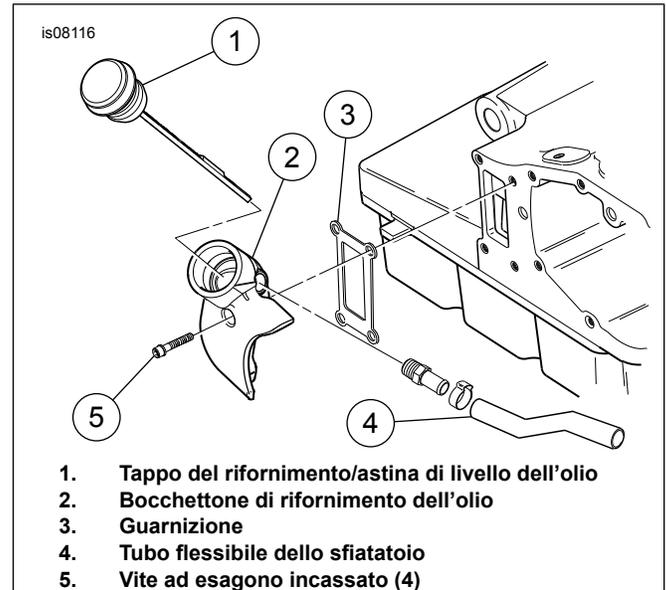

Figura 1. Rimuovere il bocchettone di rifornimento dell'olio (solo nei modelli FLT)
3. **Tutti i modelli eccetto FLT:** Vedere il manuale di manutenzione. Installare il nuovo motorino di avviamento. Andare al punto 4. **Per i modelli FLT:** Vedere Figura 1. Installando questo motorino di avviamento su motociclette modelli FLT, rimuovere il bocchettone di rifornimento dell'olio. Per rimuovere il bocchettone di rifornimento dell'olio su modelli FLT: Le viti sono difficili da raggiungere ma è possibile farlo con cautela senza scollegare l'impianto di scarico.
- b. Rimuovere il tappo del rifornimento/l'astina di livello dell'olio (1) e mettere da parte.
- c. Lasciare il tubo flessibile dello sfiatatoio (elemento 4, se presente) sul bocchettone di rifornimento dell'olio (2). Rimuovere le quattro viti ad esagono incassato (5) che fissano il bocchettone alla scatola del cambio. Rimuovere il bocchettone di rifornimento dell'olio. Avvolgere con un panno da officina e mettere da parte, in modo che non intralci.
- f. Collocare la nuova guarnizione (3) in posizione e fissare nuovamente il bocchettone di rifornimento dell'olio. Serrare le viti ad una coppia di 9,5- 12,2 N·m (7-9 ft·lb).